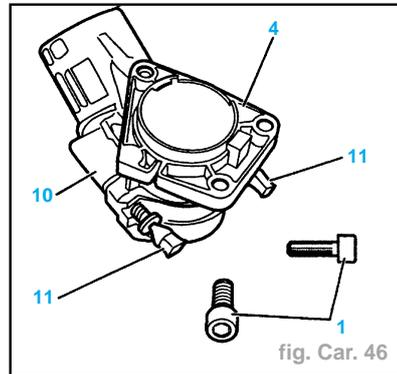
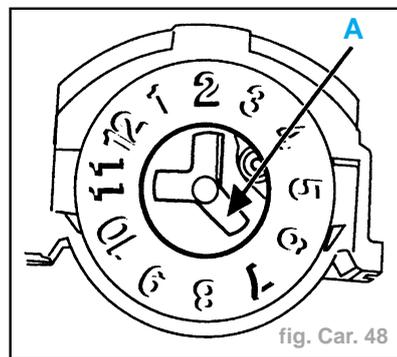

fig. Car. 46
fig. Car. 48
- Déposer (fig. Car. 46) :
- la bride (10),
- le boîtier (4).
- Serrer les vis (1) alternativement et progressivement jusqu'à 2 daN.m (fig. CAR.46).
- Déposer les vis (1) et les remplacer par les vis (11).
- Serrer les vis (11) alternativement et progressivement jusqu'à rupture : serrage à 2,2 ± 0,5 daN.m.
**Impératif :** Avant la repose du contacteur, vérifier que le positionnement (A) de la platine se situe bien en face des points (2), (7) et (11) (fig. Car. 48).